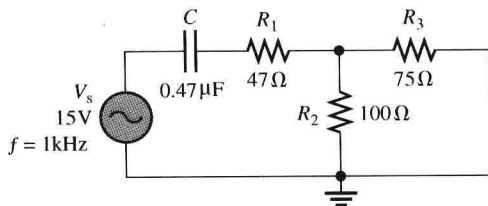

图 10-77
26. 对于图 10-77 中的电路, 求下列各量。
30. 求图 10-77 中电路的 P_{true} 、 P_r 、 P_a 和 PF , 并画出功率三角形。